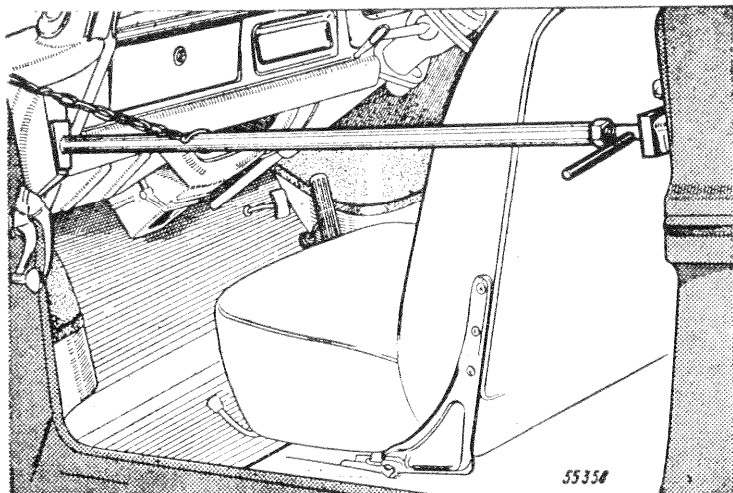

Fig. 2. — Arc-boutant entre montants de porte Caravelle
**Attention.** — Pour lever la Caravelle par l'arrière à l'aide du palonnier, il est indispensable d'ouvrir les portes et de mettre en place les deux arc-boutants (car 39) pour éviter la déformation de la caisse (voir fig. 2).